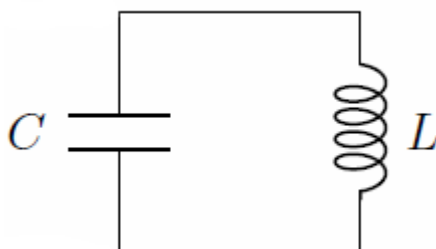

Figure 6.
- élément d'un circuit accordé : la fréquence de résonance propre du condensateur doit être inférieure à celle du circuit accordé (figure 6). Le condensateur doit obligatoirement être du type COG pour que la fréquence d'accord soit stable et les pertes faibles.